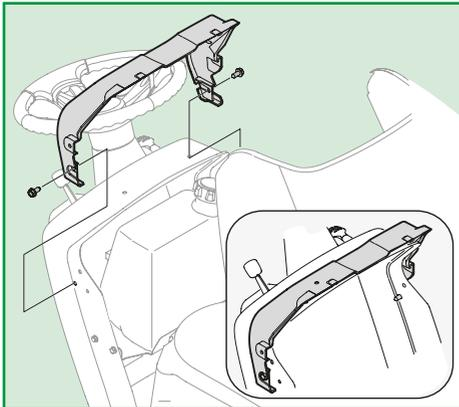

Figura 3
2. Levante el capot del motor y posicione la protección del panel, conforme Figura 3;